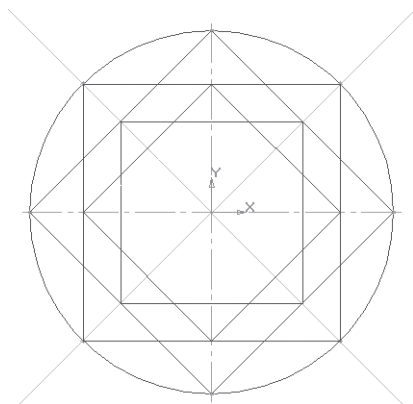

Рис. 76
- соедините точки пересечения квадрата и осей симметрии с помощью непрерывного ввода объекта (рис. 76);